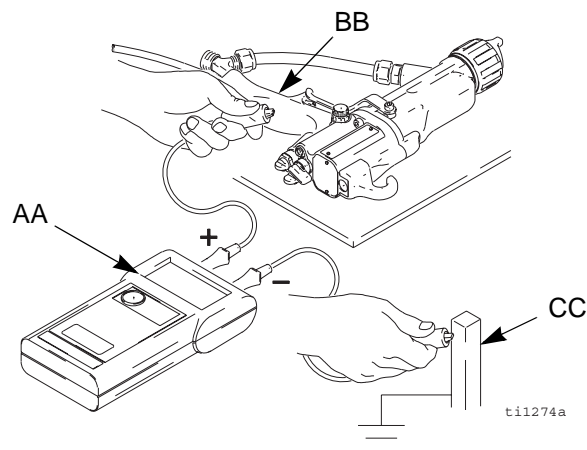

Fig. 3. Verifica della messa a terra della pistola
Il megaohmmetro codice 241079 (AA-vedere FIG. 3.) non è approvato per l'uso nelle aree pericolose. Per ridurre il rischio di scintille, non utilizzare il megaohmmetro per verificare la messa a terra ad eccezione dei casi in cui:
4. Accertarsi che il tubo flessibile aria (R) sia collegato e che il filo di terra del tubo flessibile sia collegato ad una terra efficace.
5. Misurare la resistenza tra l'impugnatura della pistola (BB) e la messa a terra (CC). Utilizzare una tensione minima di 500 V e massima di 1000 V. La resistenza non deve superare 1 megaohm. Vedere la FIG. 3.